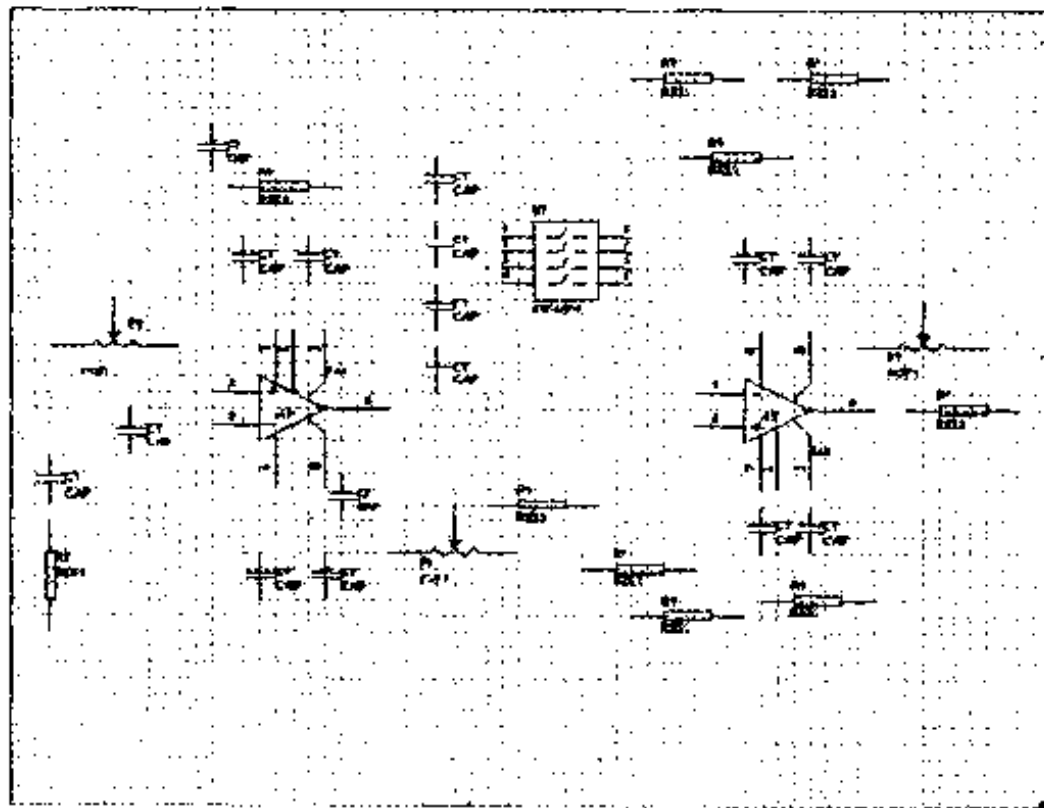
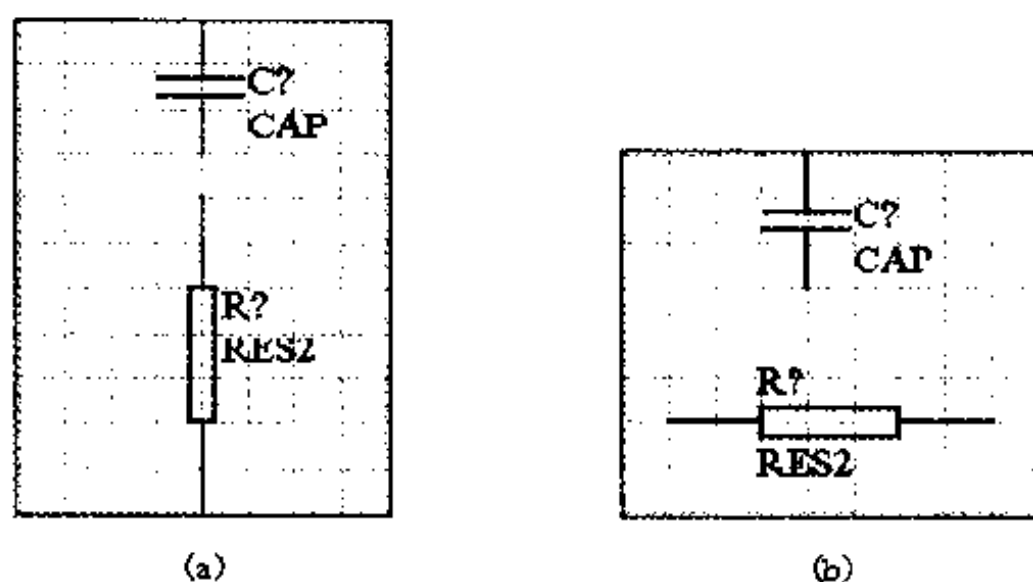
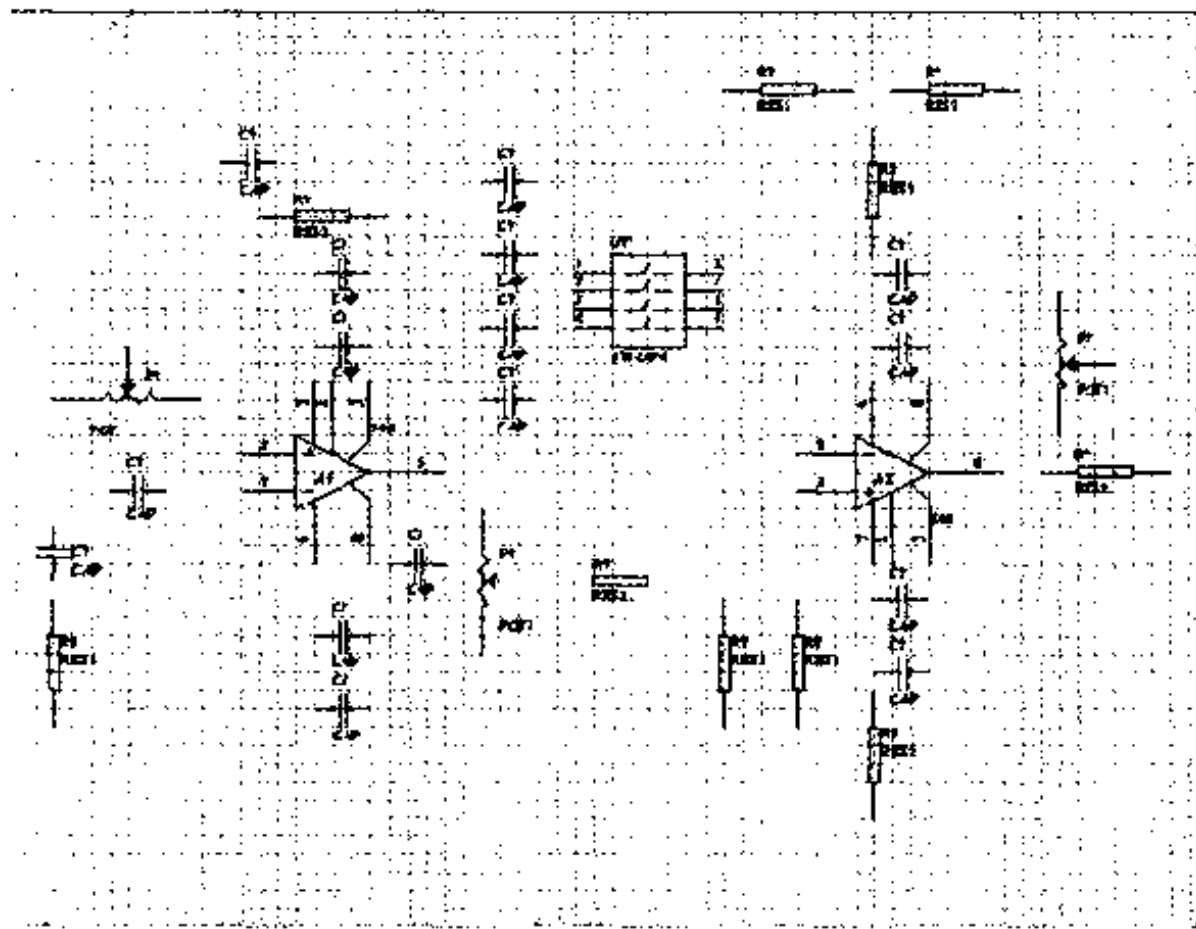

图 2-21 放置元件的最终结果
图 2-24 对元件进行旋转
图 2-25 调整图纸中各个元件得到的效果
以上介绍了在图纸中放置元件的方法,使用上述方法在图纸中放入所需的其他元件:电阻(分别选用 RES2 和 RESISTOR TAPPED)、普通电容(CAP)、运放(HA-2500)。最终结果如图 2-21 所示。
- (1) 在如图 2-21 的图纸中单击左下角的电阻, 如图 2-24(a)所示。
- (2) 单击电阻, 按住鼠标左键, 按 Space 键将选中的电阻逆时针旋转 90°。
- (3) 调整旋转后电阻的位置, 释放鼠标左键, 得到如图 2-24(b)的效果。
按照上述方法, 对图 2-21 中需要旋转、翻转的元件进行操作, 调整各个元件的方向。
根据前面介绍的元件选取、移动、旋转元件的操作方法,对已经放置在图纸中的元件进行操作,调整各个元件的方向和位置,使电路原理图的布局更加合理,这是绘制原理图的必要准备工作。调整图 2-21 所示图纸中的各个元件后,得到如图 2-25 的效果。